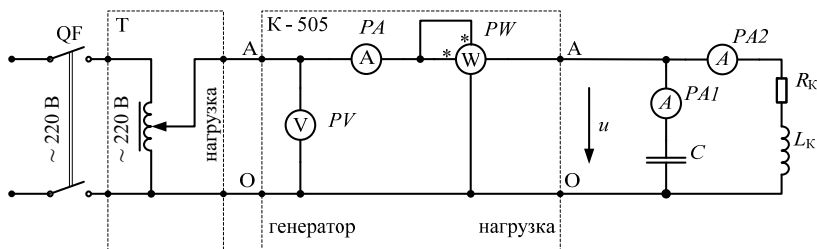

Рис. 6.1. Электрическая схема исследуемой цепи
Исследуемая электрическая цепь (рис. 6.1), состоящая из параллельного соединения конденсатора C и катушки индуктивности, подключается к выходным зажимам комплекта измерительных приборов К-505. Схема замещения реальной катушки индуктивности содержит идеальную индуктивность L_k и активное сопротивление R_k . В данной работе используется катушка индуктивности, параметры которой были определены в лабораторной работе 4. Напряжение, подаваемое на исследуемую цепь, регулируется с помощью лабораторного автотрансформатора T , входные зажимы которого подключаются к автоматическому выключателю QF .
2. Собрать электрическую цепь, соответствующую схеме замещения (рис. 6.1), и показать её преподавателю или лаборанту.